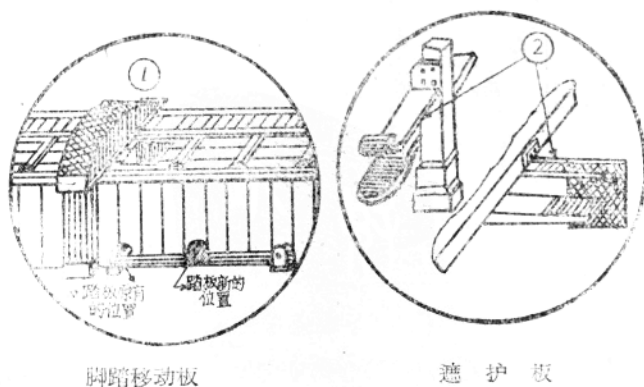

图 9
为了防止木料落到脚踏式截锯机踏板上使锯片意外地升起起见，脚踏板上应该设置遮护板，见图9②。
又为了保障工作者的安全，在脚踏式截锯机上工作时，工人不得正对着锯站立，工人的工作位置应略为偏向一方，与锯片的平面约距300~400公厘。脚踏板移动后的位置见图9①。